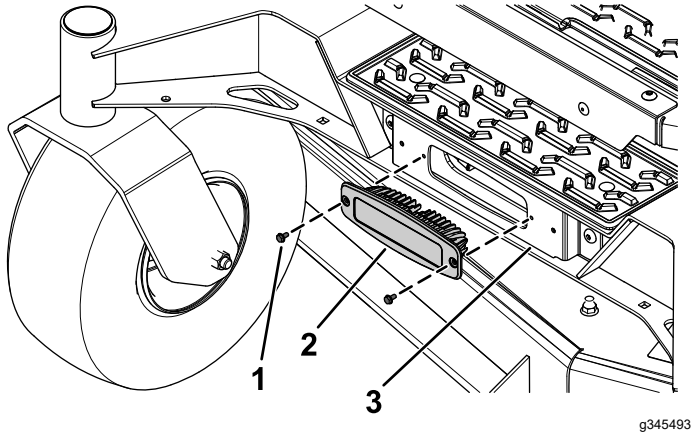

Figura 2
1. Fissate la luce alla staffa della luce utilizzando le 2 viti a testa esagonale con rondella (Figura 2).